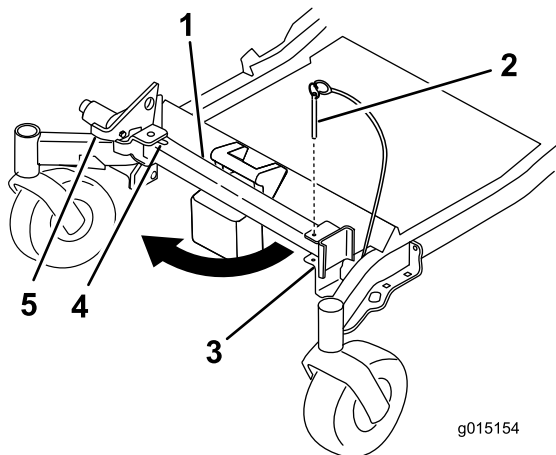
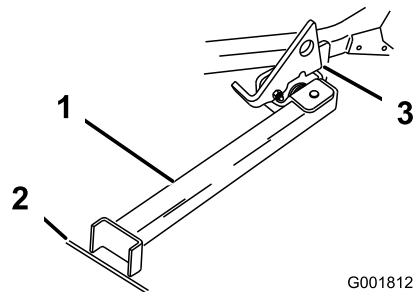

Figure 40
Figure 41
2. Retirez la goupille du support (Figure 40).
3. Soulevez le verrou. Dépliez le pied du support et poussez le support vers la machine dans la base de la fente (Figure 40 et Figure 41).
4. Posez le pied du support sur le sol et appuyez le verrou sur la languette de pivot (Figure 41).
Remarque: Pour obtenir de meilleurs résultats, placez le pied du support dans des fissures du trottoir ou du gazon (Figure 41).
6. Montez la machine sur le support. Arrêtez-vous quand le verrou retombe sur la languette en position verrouillée (Figure 41). Une fois la machine en place sur le support, serrez le frein de stationnement et coupez le moteur.
5. Ramenez le support à sa position de repos (Figure 40).